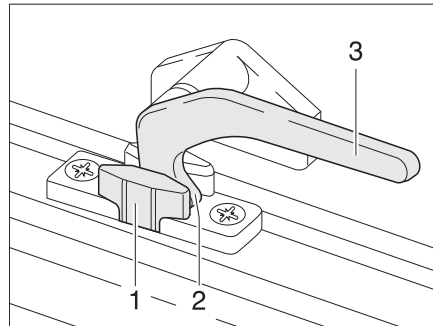

Fig. 40 Palanca de bloqueo en la posición de "ventilación continua"
- En la posición "ventilación continua" (Fig. 40)
- Girar la palanca de bloqueo (Fig. 40,3) un cuarto de vuelta hacia la mitad de la ventana.
- Girar de nuevo hacia atrás la palanca de bloqueo. El saliente de bloqueo (Fig. 40,2) se ha de introducir para ello en el rebaje del bloqueo de la ventana (Fig. 40,1).